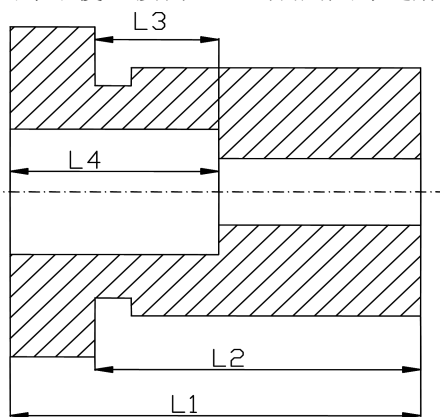

图 5
1、如图5所示套类零件,  $L1=70 \begin{smallmatrix} -0.025 \\ -0.050 \end{smallmatrix}$  mm,  $L2=60 \begin{smallmatrix} 0 \\ -0.025 \end{smallmatrix}$  mm,  $L3=20 \begin{smallmatrix} 0 \\ +0.15 \end{smallmatrix}$  mm。本工序加工大孔保证尺寸 $L3$ , 由于 $L3$ 尺寸不便直接测量。试利用尺寸链解算出由左端面为基准的大孔深度测量尺寸及其偏差 $L4$ 。（10分）